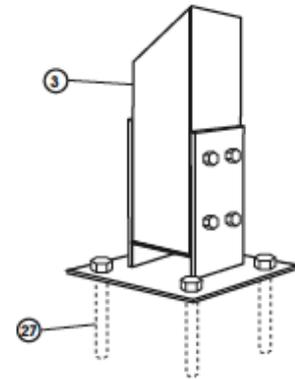

Abb. 9
Die Konstruktion wird auf vorher vorbereitete Fundamente gestellt (siehe Punkt 1), die Pfosten werden senkrecht gestellt und die Befestigungspunkte sind mit dem Bohrer mit einem Durchmesser von 10 mm anzubohren. An diesen Stellen sind nun Öffnungen mit einem Durchmesser von  $\varnothing$  12mm und einer Tiefe von 160 mm zu bohren. Der Pfosten wird am Fundament mit Stahlspreißdübeln M12/150 ⑳ befestigt. (Abb. 9)